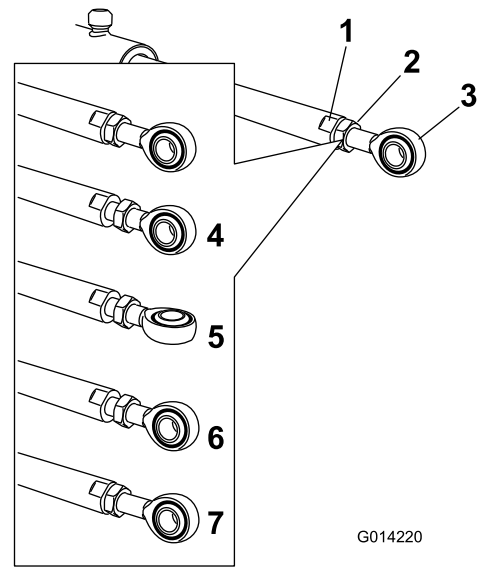

Figura 149
5. Agarre el émbolo del actuador con una llave inglesa en las zonas planas, luego afloje la contratuerca (Figura 149).
6. Gire la rótula en el émbolo del actuador para acortar o alargar el actuador extendido a la posición deseada (Figura 149).